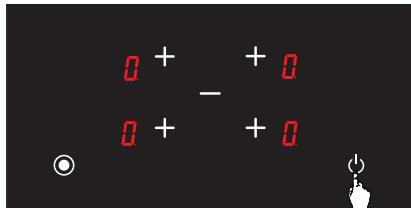

Rys. 15
4. Jeśli jakakolwiek płyta kuchenna jest nadal gorąca po 20 sekundach, na ekranie wyświetlany będzie symbol **H** aż temperatura odpowiedniej płyty grzejnej spadnie poniżej  $+60^{\circ}\text{C}$  (patrz: rys. 15). Po wyłączeniu kuchenki nie wyświetla się żadna ikonka, jeśli odpowiednia płyta kuchenna nie jest gorąca.